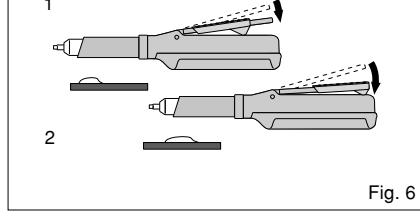

Fig. 6
2) El agarre para el dedo puede moverse hacia delante o hacia atrás para cambiar la cantidad de material a obtener. (Fig. 6)